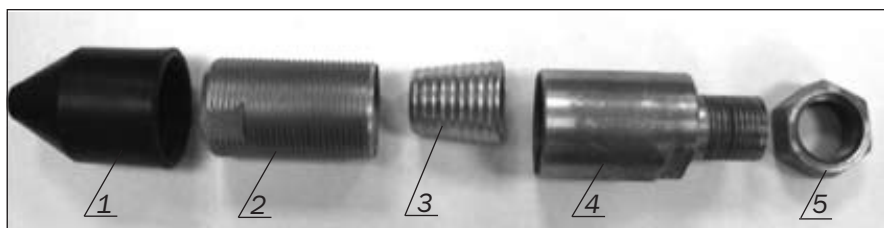
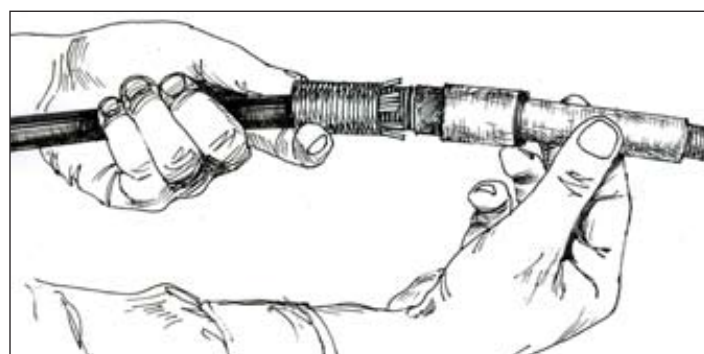

Рисунок 4.3 – Состав ввода кабельного (узел заделки бронепокрова ОК)
Рисунок 4.6 – Установка штуцера на втулку с наружной резьбой
4.1.3 Снять узел заделки бронепокрова ОК (поз. 3 рис. 1.1) с корпуса ВКУ, отвернув гайку крепления этого узла (поз.5 рис. 1.1) ключом гаечным $S=24$ мм, и разобрать узел заделки бронепокрова ОК на составные части в соответствии с рис. 4.3.
Обрезать конусную часть наконечника пластмассового (поз. 1 рис. 4.3) по диаметру наружной оболочки монтируемого ОК.
4.1.5 Надвинуть на ОК наконечник пластмассовый и втулку с наружной резьбой (поз. 2 рис. 4.3) в соответствии с рис. 4.4.
4.2.1 Надвинуть конус (поз. 3 рис. 4.3) на внутреннюю оболочку ОК до упора в проволоки бронепокрова (рис. 4.5а). Обрезать тросокусами или кусачками проволоки на расстоянии 2/3 длины конуса (рис. 4.5б). Продвинуть конус до упора в проволоки.
4.2.2 Установить втулку с наружной резьбой поверх проволок бронепокрова, надвинуть на нее штуцер (поз.4 рис. 4.3) в соответствии с рис. 4.6.
- гайка крепления узла заделки бронепокрова ОК (поз. 5 рис. 4.3).